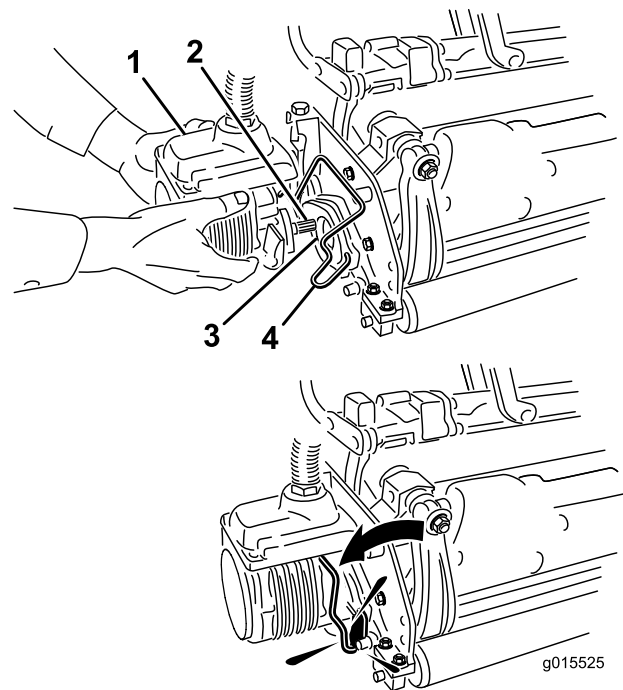

Figura 14
11. Revista o veio estriado do motor da unidade de corte com massa lubrificante limpa (Figura 14).
12. Insira o motor no lado esquerdo da unidade de corte (visto da posição do operador) e empurre a barra de retenção do motor na unidade de corte na direção do motor até ouvir um “clique” de ambos os lados do motor (Figura 14).